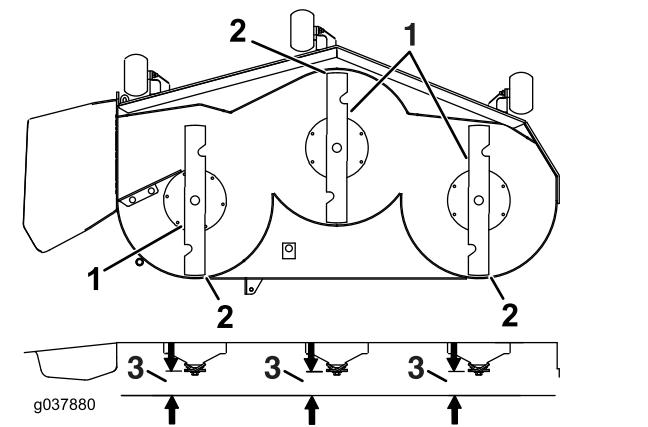

Figura 80
- Verificarea planeităii lamei faă-spate (Figura 80). Asiguri-vă că vârful lamei faă este mai coborât decât vârful lamei spate, aa cum este ilustrat în tabelul privind înălțimea blocului i cuitul pentru tuns. Dacă sunt necesare reglaje, continuai cu această procedură.